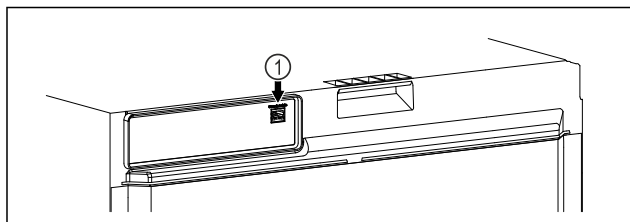

Fig. 145
- ❑ SmartModule Fig. 145 (1) ist eingesetzt.